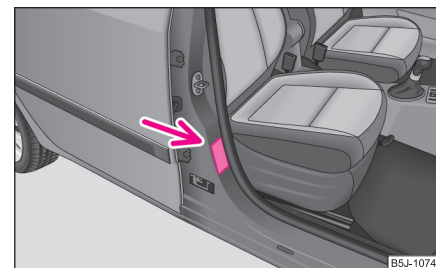

Fig. 147 Autocolant pe stâlpul central al ușilor, partea pasagerului din dreapta
- Asupra acestui aspect atenționează și autocolantul amplasat pe partea dreaptă, pe stâlpul central al ușilor ⇒ fig. 147. Eticheta poate fi observată după deschiderea ușii pasagerului din dreapta. În unele țări, eticheta este lipită și pe parasolarul pasagerului din dreapta.